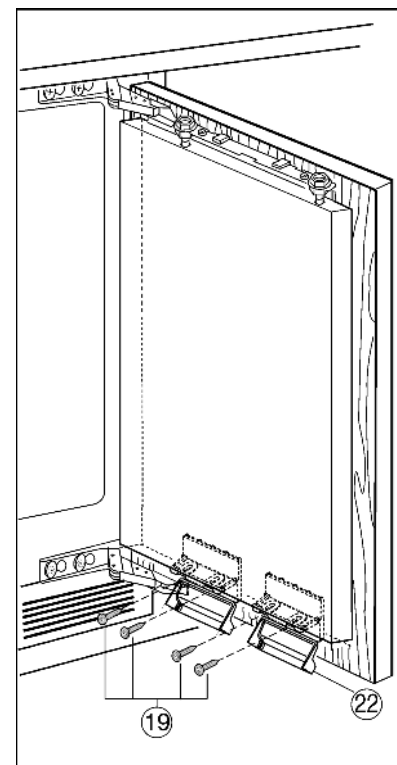

Fig. 17
- ▶ Rabattre le clapet des équerres de fixation Fig. 17 (22) vers le bas.
- ▶ Visser la porte de l'appareil sur la porte du placard à l'aide de vis Fig. 17 (19) au travers de l'équerre de fixation Fig. 17 (22).